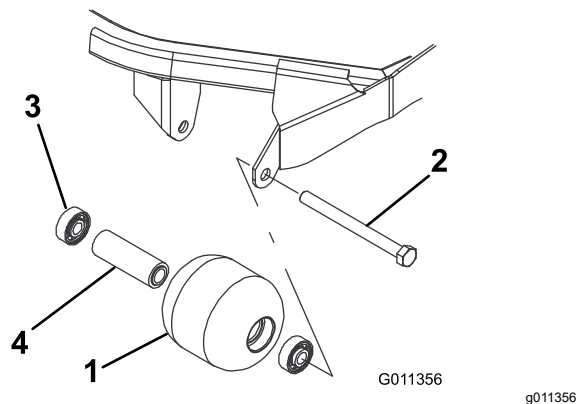

Figura 94
1. Retire el perno de montaje del rodillo (Figura 94).
4. Inspeccione el alojamiento del rodillo, los cojinetes, y el espaciador del cojinete (Figura 94) Sustituya cualquier componente dañado y móntelos.
1. Introduzca a presión el primer cojinete en el alojamiento del rodillo (Figura 94). Haga presión solamente sobre el anillo de rodadura exterior, o de forma igual sobre el anillo exterior y el interior.
2. Introduzca el espaciador (Figura 94).
3. Introduzca a presión el segundo cojinete en el alojamiento del rodillo (Figura 94). Presione de manera uniforme sobre el anillo de rodadura interior y el exterior hasta que el anillo de rodadura interior entre en contacto con el espaciador.